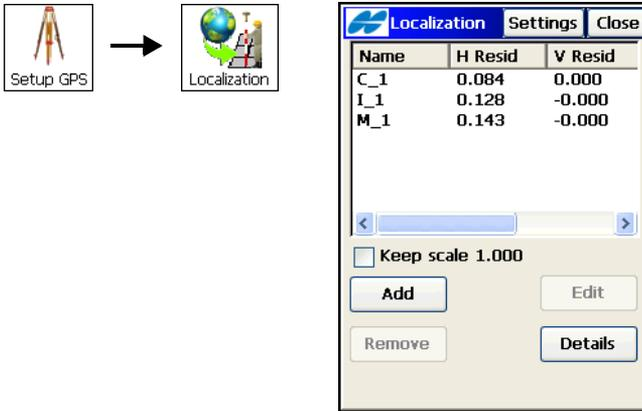
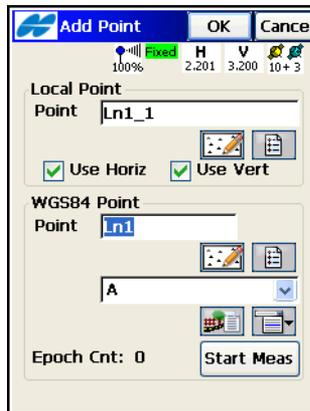

Abbildung 8-1. Transformationsfenster
Abbildung 8-2. Neue Passpunkte
1. Tippen Sie auf **GPS einricht. ▶ Transformation**. Das Fenster **Transformation** erscheint (Abbildung 8-1 auf Seite 8-3).
2. Tippen Sie im Fenster *Transformation* auf **Neu** (Abbildung 8-1). Der Dialog *Neuer Punkt* erscheint (Abbildung 8-2).
3. Stellen Sie im Dialog *Neuer Punkt* die folgenden Parameter ein und tippen Sie auf **OK** (Abbildung 8-2).
5. Sie können die Transformationsparameter über die Schaltfläche **Details** im Fenster *Transformation* einsehen (Abbildung 8-1 auf Seite 8-3).